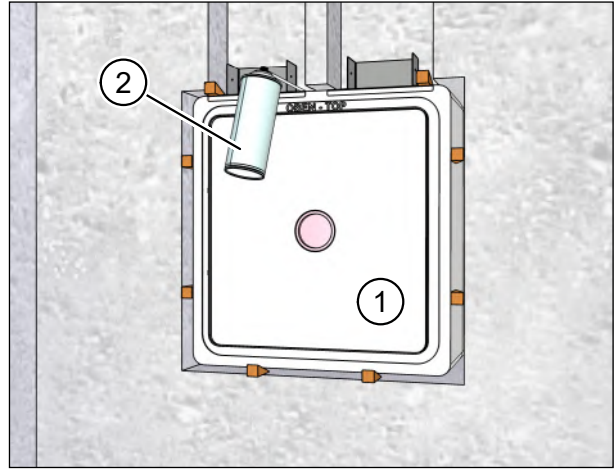

Abb. 26: Hohlräume um den Mauerkasten einschäumen
- ▶ Kontrollieren Sie, dass der Putzschutzdeckel (Pos. 1 in Abb. 26) vor dem Einschäumen eingesetzt ist.
- ▶ Füllen Sie die Hohlräume zwischen Mauerkasten und Mauerdurchbruch umlaufend und durchgängig mit Montageschaum (Pos. 2 in Abb. 26) oder mit anderen geeigneten Verfüllmaterialien.